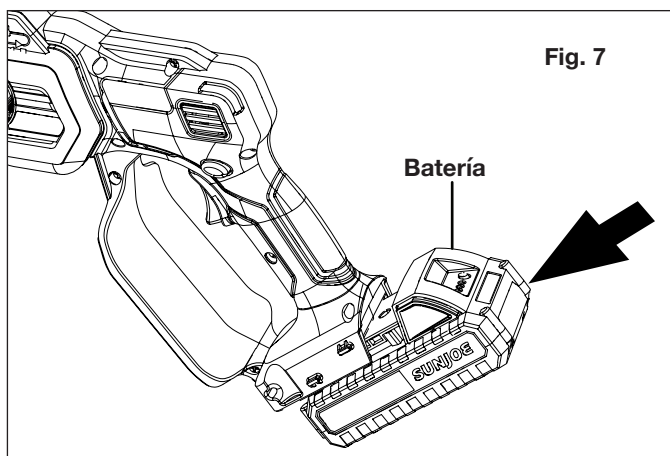

Fig. 7
2. Inserte la batería en su compartimento. Empújela para asegurarse de que esté trabada en su lugar (Fig. 7).